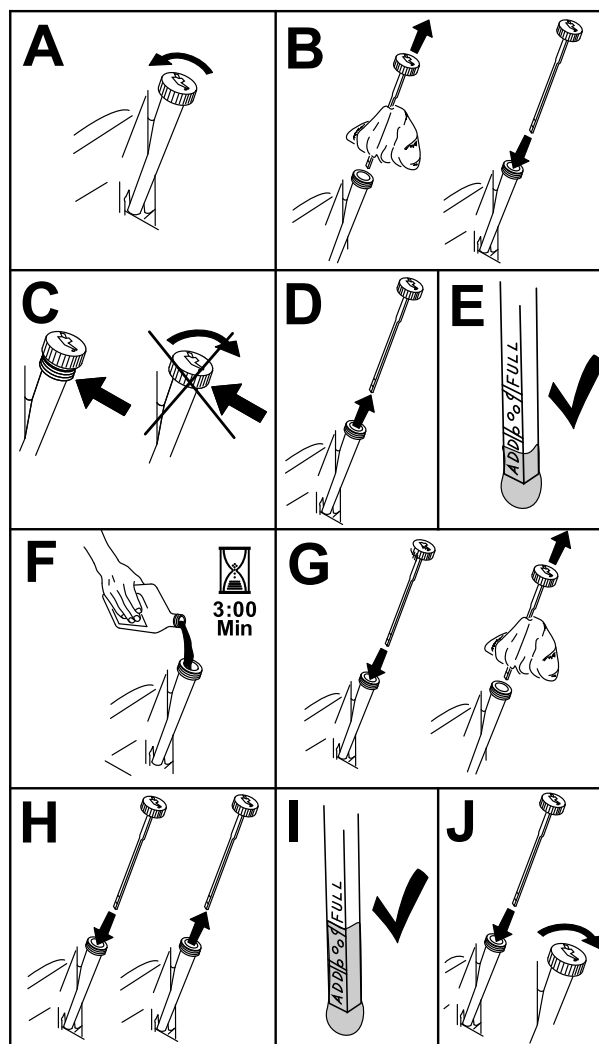

Figura 55
- Para que no entre suciedad, recortes de hierba, etc., en el motor, limpie la zona alrededor del tapón de llenado/varilla de aceite antes de retirarlo (Figura 55).